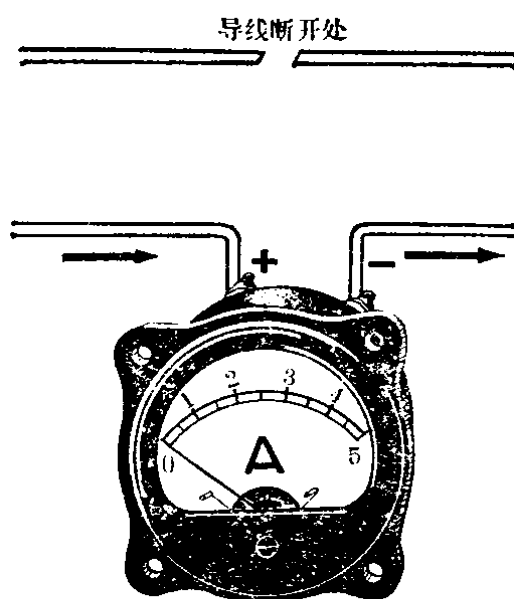

图 1-10 测量电流时电表的接法
3. 测量任一电路中的电流时，须把导线断开，在断开处将电表串入(这种接法叫做串接)，如图 1-10 所示。